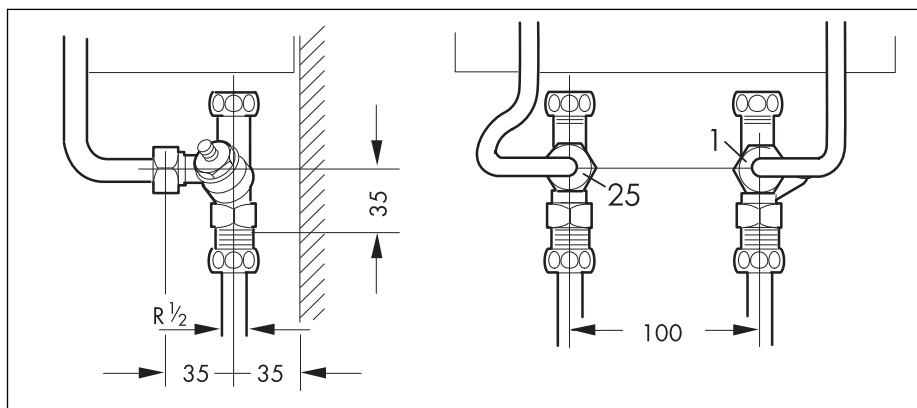

Рис. 5.5 Открытый монтаж, подключение холодной воды к напорной арматуре; Размеры в мм
### 5.5.4 Открытый монтаж при удаленных водоразборных точках (рис. 5.5)
Колпачки прилагаемых присоединительных патрубков переставить на вторую короткую резьбу и соединить открыто проложенные трубы теплой и холодной воды, как показано на рис. 5.5, с прибором.
- для присоединения холодной воды через смеситель, как показано на рис. 5.5 и 5.7.
- только для прямого отбора воды, как показано на рис. 5.5 и 5.7